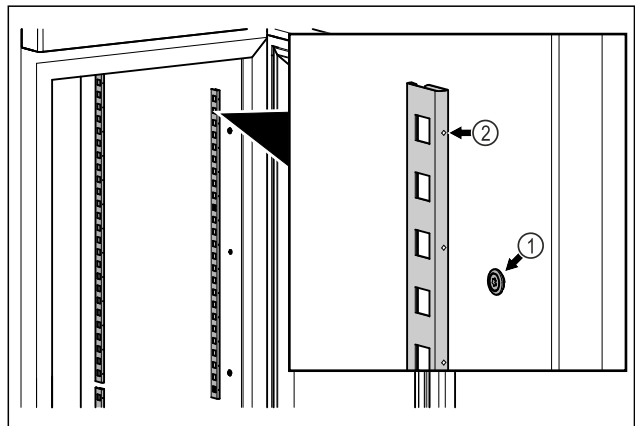

Fig. 54 Príklad zobrazenia
- ▶ Koľajničky zaveste do závesu Fig. 54 (1). Označenie Fig. 54 (2) musí ukazovať dopredu.